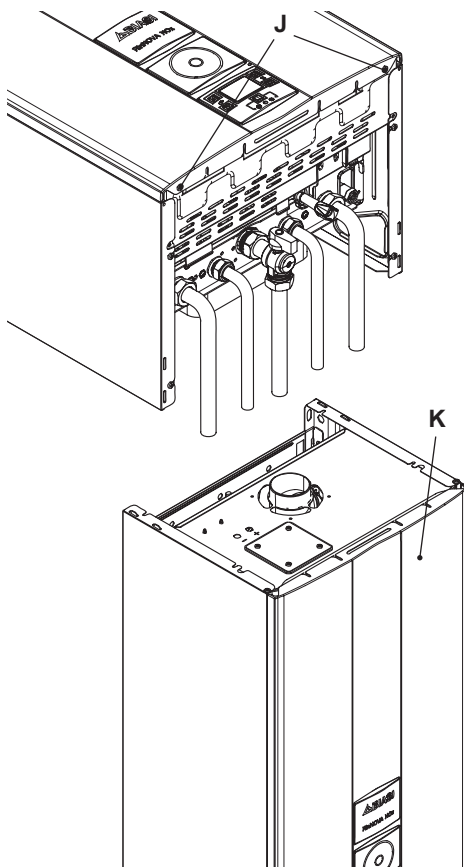

Figura 5.18
- Svitare le viti J e rimuovere il pannello frontale K tirandolo a sé e quindi spingendolo verso l'alto in modo da liberarlo dalle sedi superiori Figura 5.18.